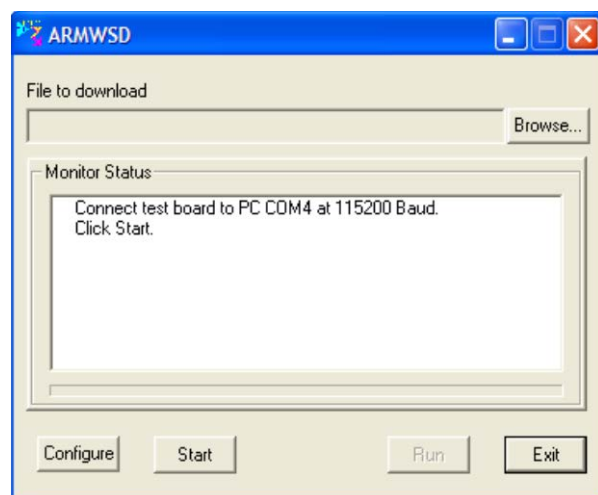

図 8. ISEB ARMWSD ファームウェア・ダウンローダ
2. **Firmware Utility** フォルダ内にある **ARMWSD.exe** プログラムを実行します。ダウンロード情報が表示されます (図 8 参照)。
COM ポートを選択し、**OK** をクリックして変更を確認し、ARMWSD ウィンドウへ戻ります (図 8 参照)。これでダウンロードの設定は完了です。
1. ARMWSD ボックス(図 8 参照)の **Start** をクリックして、変更プロセスを開始します。
4. ダウンロードの処理が失敗すると、**Monitor Status** ボックス (図 8 参照) にその旨表示されます。この場合は、ステップ 1~3 を繰り返してダウンロードを再実行してください。
5. ダウンロードが正常に終了したら、**Run** (図 8 参照) をクリックします。